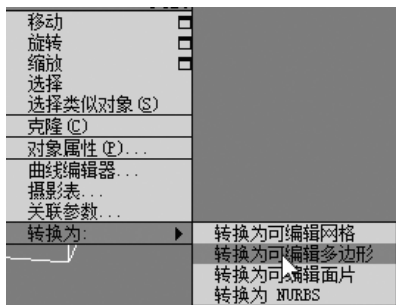

图 4-68 转换为可编辑多边形
Step10: 选择“圆柱”, 右键→转换为→可编辑多边形, 将圆柱转换为可编辑多边形物体, 如图 4-68 所示。